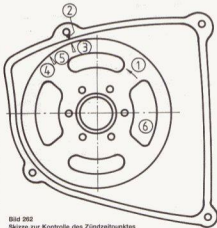

Bild 262
Zur Kontrolle des Zündzeitpunktes müssen Markierungen am Motorgehäuse und am Magnetrotor angebracht werden (siehe hierzu Bild 262).
- Bei Abweichungen von den Sollwerten kann man versuchen, durch Vergrösserung oder Verkleinerung des Luftspaltes zwischen Magnetrotor und Impulsgeber-Spule geringe Korrekturen zu erzielen. Siehe hierzu Bild 250, Detail 8 und Bild 262, Detail 6.